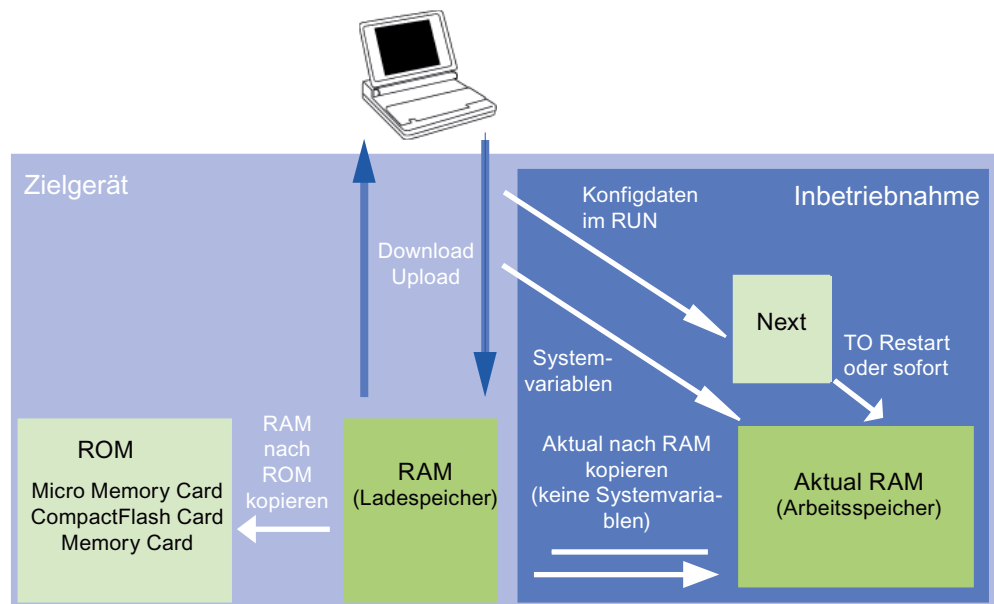

Bild 4-3 Konfigurationsdaten und Systemvariablen im nicht Netz-Aus-festen Speicher (Speicherkonzept, prinzipiell)
- Bild 4-3 Konfigurationsdaten und Systemvariablen im nicht Netz-Aus-festen Speicher (Speicherkonzept, prinzipiell) (Seite 62)